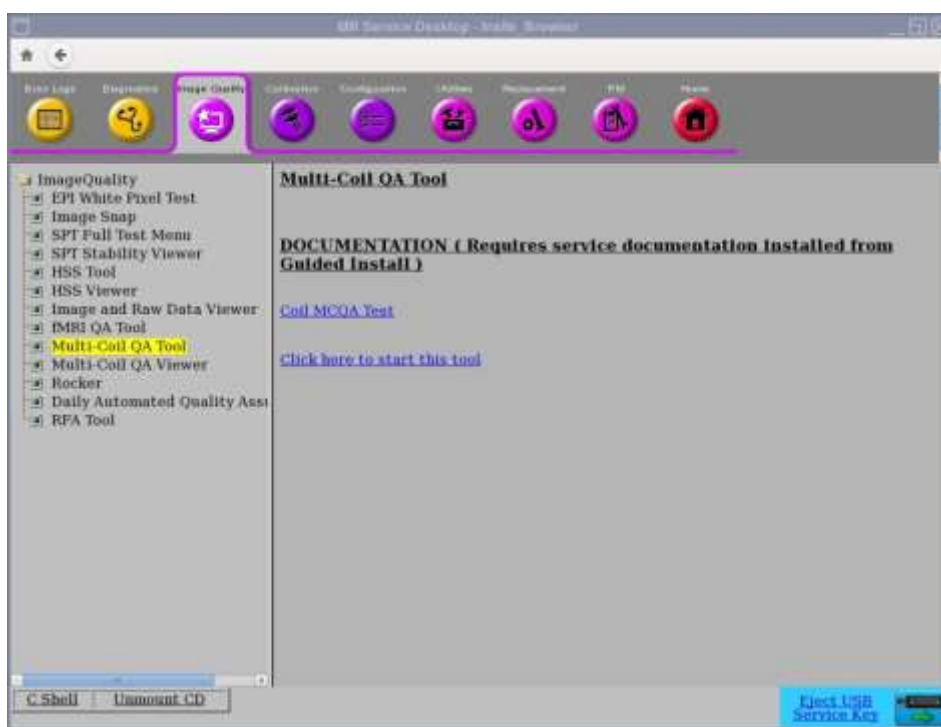

Рис. 1
1. Из раздела Common Service Desktop (CSD) (Общий рабочий стол обслуживания) перейдите в приложение Service Browser (Сервисный браузер) и выберите на вкладке [Image Quality] (Качество изображения) пункт «Multi-Coil QA Tool» (Многокатушечный инструмент контроля качества), а затем «Click here to start this tool» (Нажмите здесь для запуска инструмента), как показано на Рис. 1.